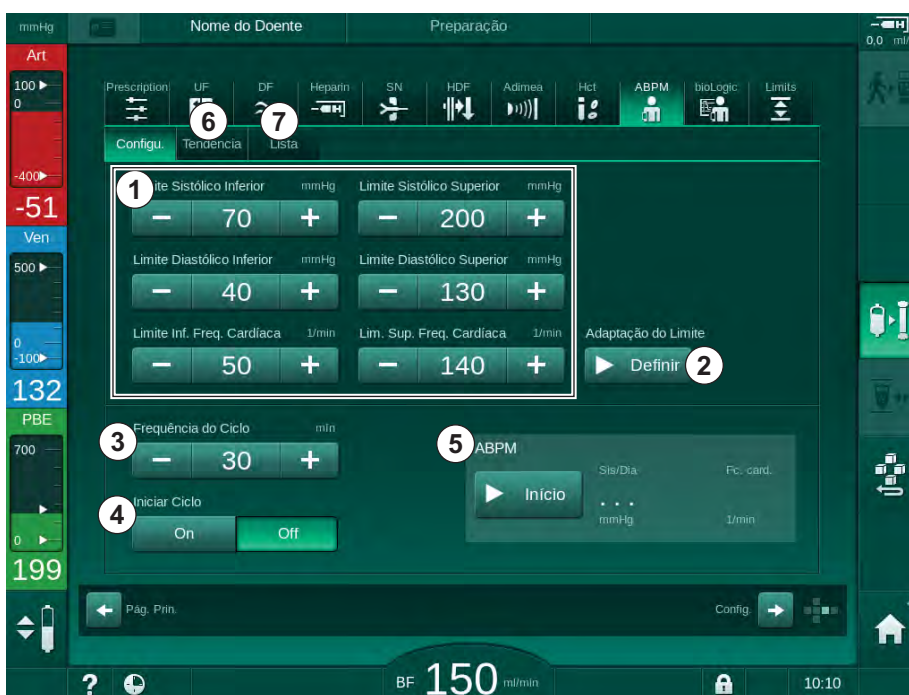

Fig. 11-5 Parâmetros ABPM no ecrã *Entrada*
2. Para adaptar limites de alarme a valores aproximados da tensão arterial avaliada medida, toque em *Adaptação do Limite, Definir* (Fig. 11-5 , ②).
1. Para ativar/desativar medições cíclicas na frequência da medição definida, selecione *Iniciar Ciclo, On* (Fig. 11-5 , ④).
2. Para definir a frequência da medição, selecione *Frequência do Ciclo* ③. Intervalo possível: 1 a 60 minutos.
Toque em *Início* na caixa do grupo *ABPM* no ecrã *Entrada* (Fig. 11-5 Parâmetros ABPM no ecrã Entrada (265), ⑤).